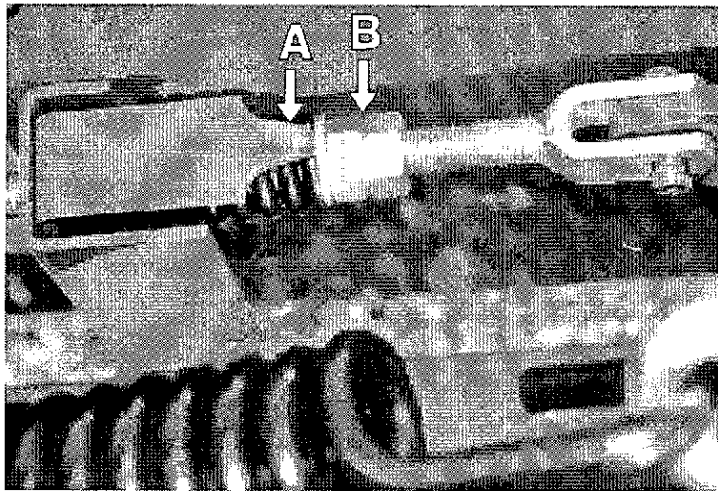

fig.33
- Controllare la tensione delle cinghie verificando che l'estremità della molla corrisponda all'estremità dell'indice di riferimento, di colore rosso (A - fig.33). Se è necessario ripristinare la tensione, agire sul dado e controdado (B - fig.33).
- Check belt tension by checking to make sure that the end of the spring is matched up with the red reference dot (A - fig.33). If necessary, adjust tension with the nut and locking nut (B - fig.33).
- Contrôler la tension des courroies en vérifiant que l'extrémité du ressort correspond a l'extrémité de l'index de référence, de couleur rouge (A - fig.33). Si nécessaire régler la tension, en agissant sur l'écrou et le contre-écrou (B - fig.33).
- Controlar la tensión de las correas comprobando que el extremo del resorte corresponda al extremo del índice de referencia, de color rojo (A - fig. 33). Si es necesario reanudar la tensión, girar la tuerca y la contratuerca (B - fig. 33).
- Die Spannung der Riemen überprüfen; dazu das Federnde am Ende des roten Bezugsindex A (Abb. 33) prüfen. Die Riemen, sofern erforderlich, durch Drehen der Mutter und der Kontermutter B (Abb. 33) nachspannen.